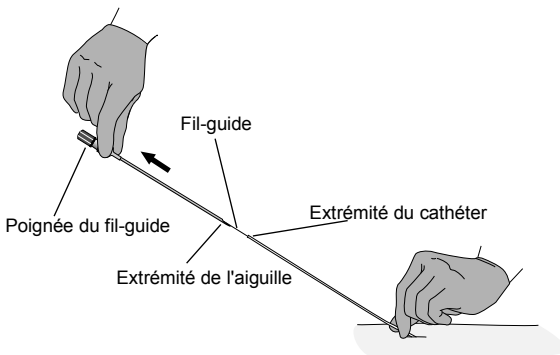

Figure 4. Retrait de l'aiguille et du fil-guide.
14. Maintenir fermement le cathéter au site de sortie rachidien et retirer l'aiguille et le fil-guide du cathéter simultanément (Figure 4).